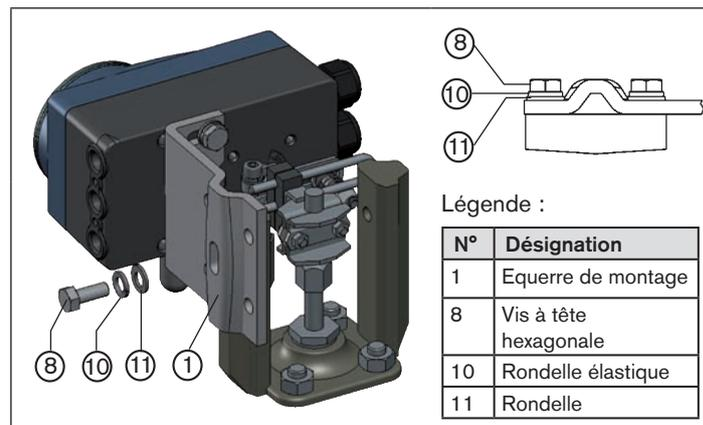

Fig. 9 : Fixer le type 8792/8793 avec l'équerre de montage pour les actionneurs avec cadre de fonte
→ Fixer l'équerre de montage sur le cadre de fonte avec une ou plusieurs vis à tête hexagonale ⑧, rondelles ⑪ et rondelles élastiques ⑩ (voir « Fig. 9 »).